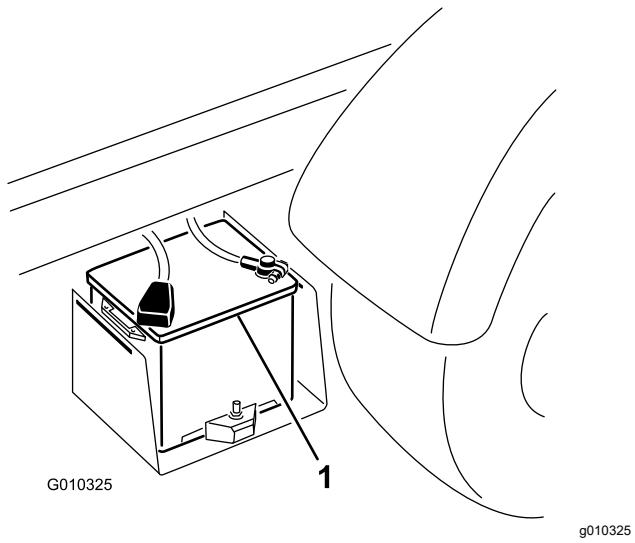

Figura 52
1. Collegate un cavo portatile tra i poli positivi delle due batterie (Figura 52).